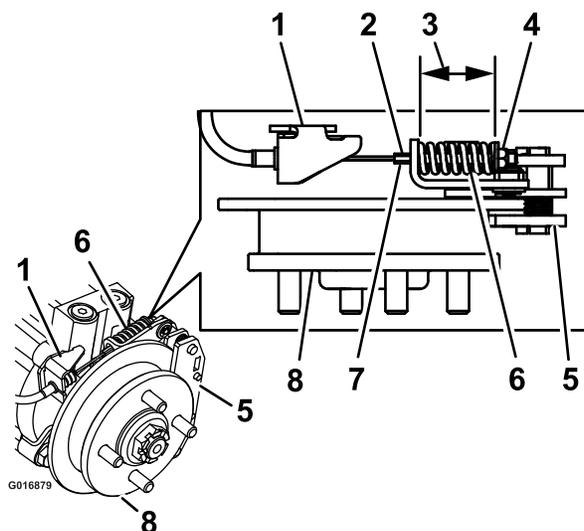

Figura 76
9. Trattenete l'estremità dell'asta filettata con un attrezzo e regolate il dado di bloccaggio in modo che la lunghezza della molla sia compresa tra 3,8 e 4,0 cm (Figura 76). **NON** lasciate che il cavo giri mentre allentate i dadi.